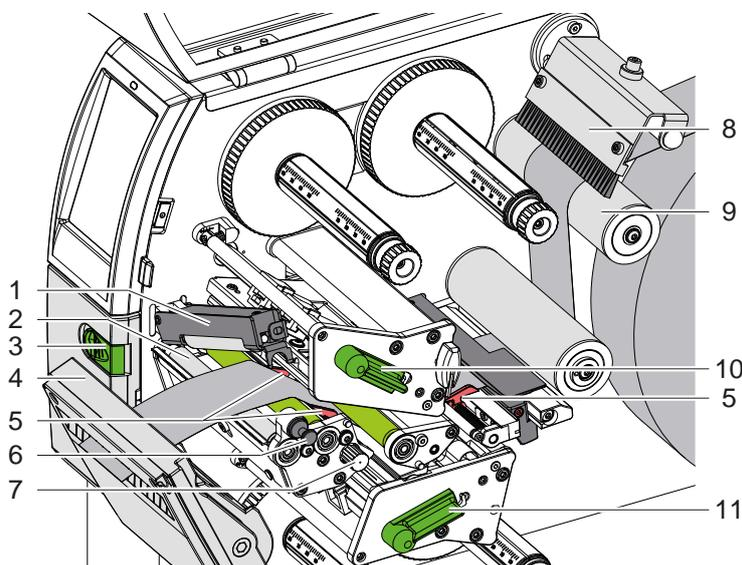

Рис. 13    Заправка материала в печатающий механизм
2. Потяните фиксатор (6). Прижимной узел (1) откидывается вверх.
3. Поверните рычаг (10) против часовой стрелки, а рычаг (11) — по часовой стрелке, чтобы поднять обе печатающие головки.
4. Поверните щетку (8) в направлении от отклоняющего ролика (9).
5. Вращая кнопку (7), раздвигайте направляющие (5) до тех пор, пока материал не окажется между ними.
6. Проведите материал, как показано на Рис. 13, через оба печатающих блока до натяжного валика (2) и поместите его между направляющими (5).
7. \* Устройства с ножом: Сдвиньте кнопку (3) в сторону и отклоните ножевой узел (4) от принтера, пропустите материал между лезвиями ножа и поверните нож на место.
8. Вращая кнопку (7), придвиньте направляющие вплотную к краям материала.
10. Потяните фиксатор (6). Прижмите прижимной узел (1) вниз и зафиксируйте фиксатором.
13. Поверните щетку (8) к отклоняющему ролику (9):